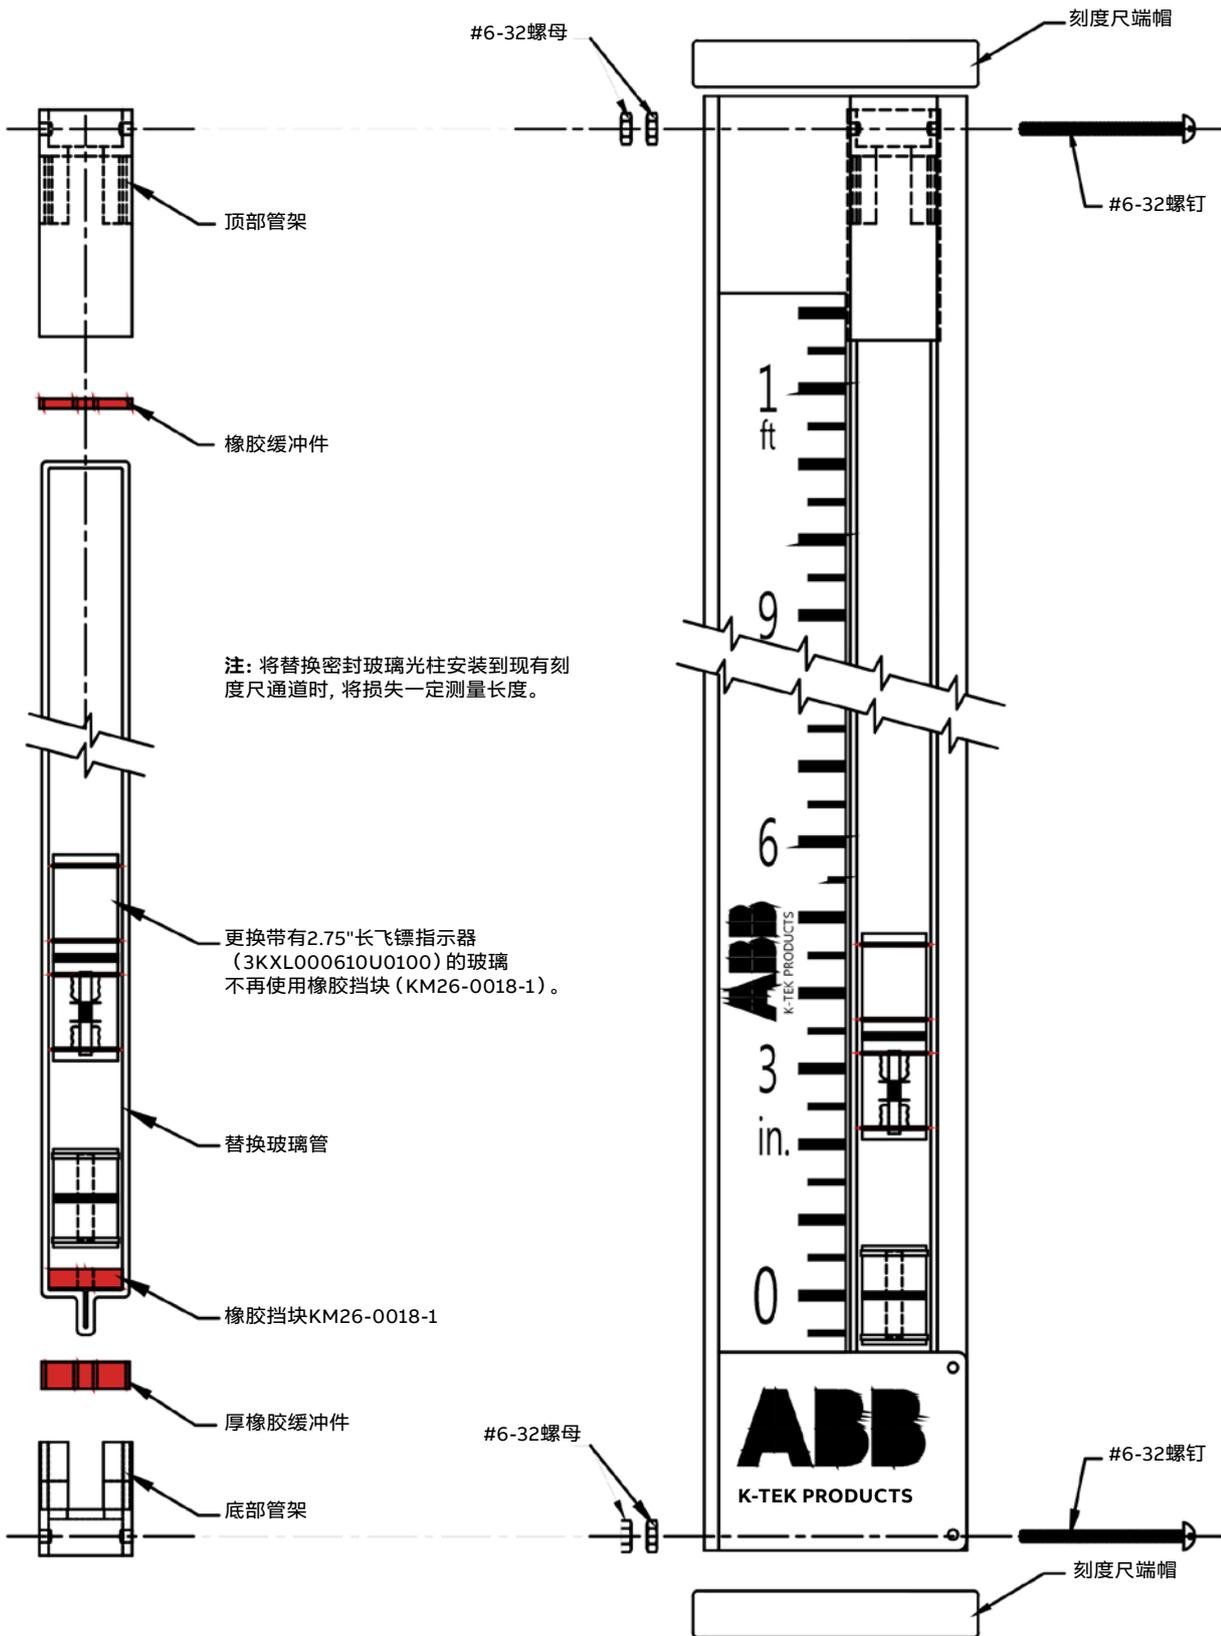
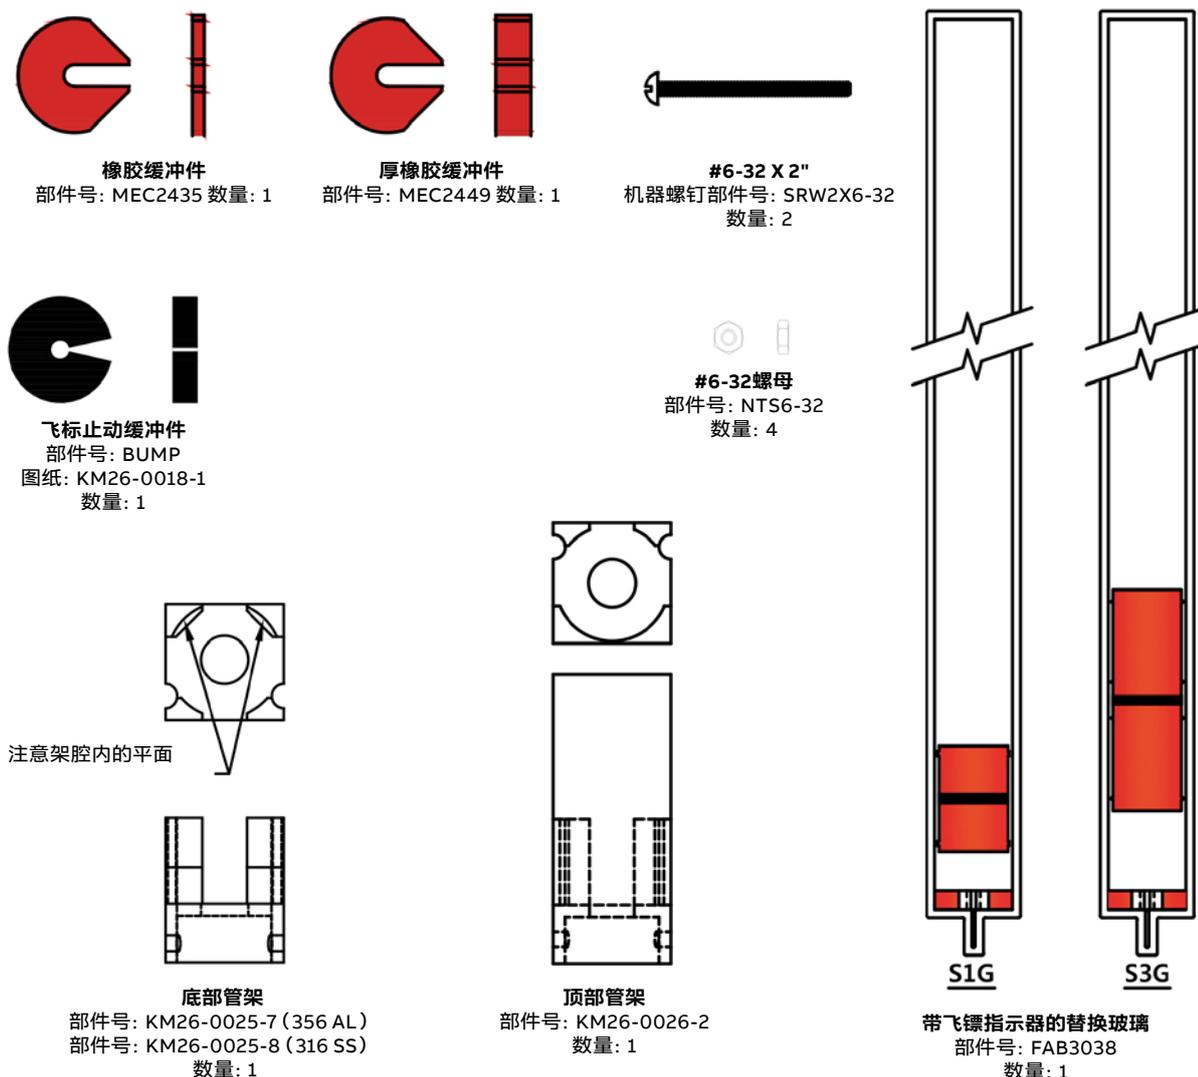

图 17 KM26飞标替换玻璃安装程序
图 18 KM26飞标替换玻璃安装程序
5.7.1 KM26飞标替换玻璃安装程序 (参见图17和图18)